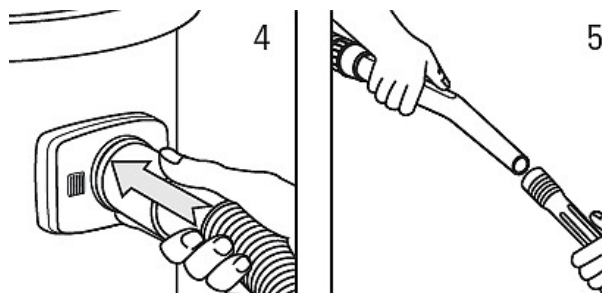

Fig. 7: Conecte la manguera de succión
Paso 5: inserte el enchufe en el enchufe y encienda el dispositivo (Fig. 7).